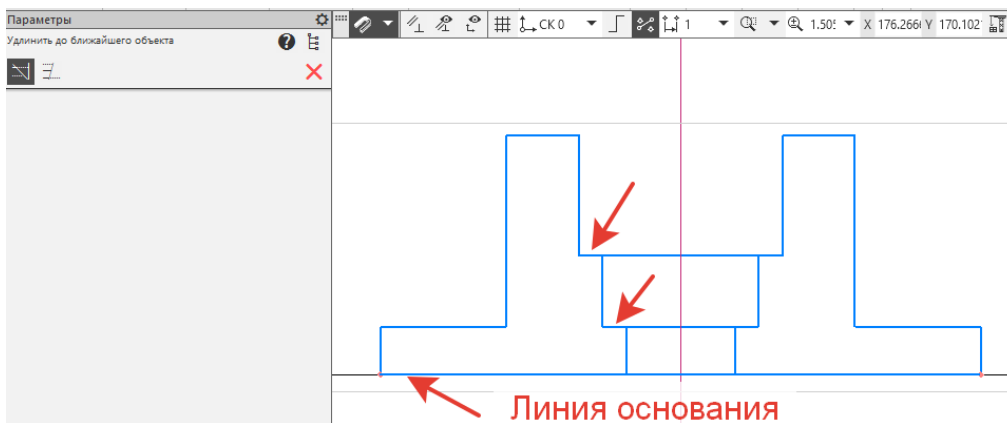

Рисунок 41.
5. На инструментальной панели **Правка** -  **Удлинить до ближайшего объекта**, продлить прямые внутри детали (рисунок 41). Выполнить линию основания.